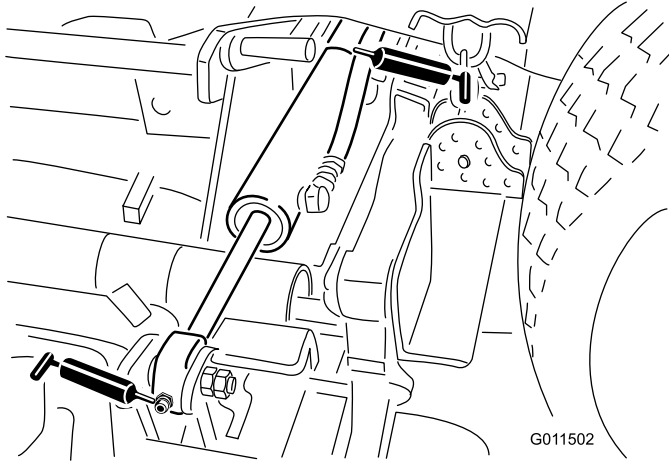

Figura 46
Cilindros de elevación de las unidades laterales (4) (Figura 46)